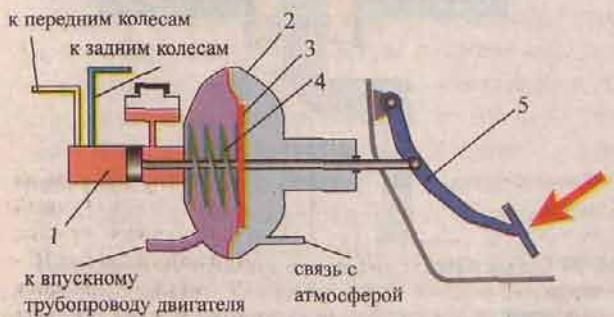

Рис. 52 Схема вакуумного усилителя
**Вакуумный усилитель** (рис. 52) конструктивно связан с главным тормозным цилиндром. Основным элементом усилителя является камера, разделенная резиновой перегородкой (диафрагмой) на два объема. Один объем связан с впускным трубопроводом двигателя, где создается разряжение около  $0,8 \text{ кг}/\text{см}^2$ , а другой с атмосферой ( $1 \text{ кг}/\text{см}^2$ ). Из-за перепада давлений в  $0,2 \text{ кг}/\text{см}^2$ , благодаря большой площади диафрагмы, «помогающее» усилие при работе с педалью тормоза может достигать  $30 - 40 \text{ кг}$  и больше. Это значительно облегчает работу водителя при торможениях и позволяет сохранить его работоспособность длительное время.